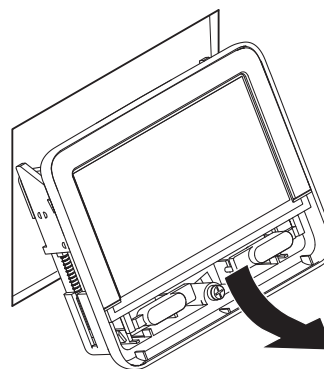

Fig. 5
- Træk forsigtigt panelet ca. 20 cm ind mod dig selv og ud af monteringsåbningen (Fig. 5).